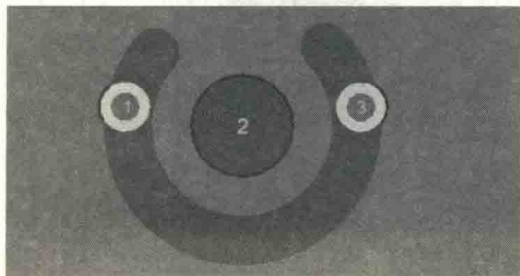

图 5-20 放置焊盘
(1) 执行菜单命令“Place-Arc (Any Angle)”，放置圆弧，双击更改到需要的尺寸需求。
(2) 放置中心表贴焊盘，并赋予焊盘管脚序号，如图 5-20 所示。